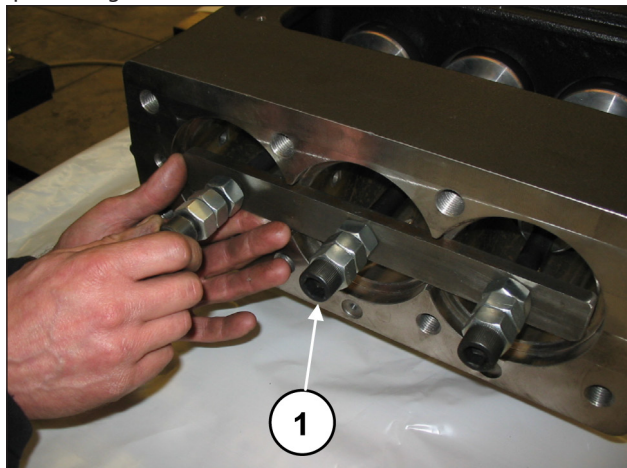
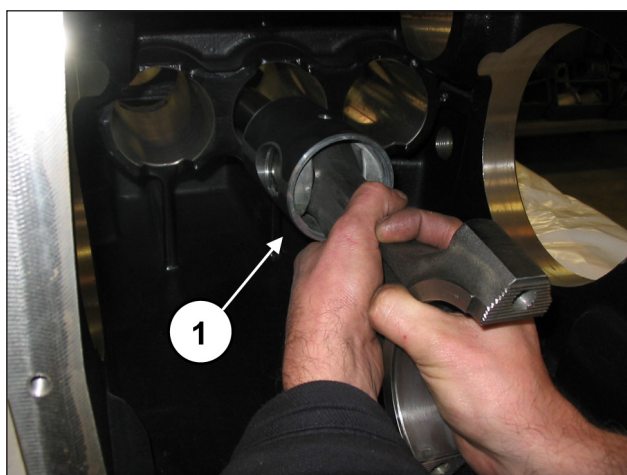

Fig. 40
Fig. 41
Procedere a svitare le viti dell'attrezzo cod. 27566200 per sbloccare le bielle (pos. ①, Fig. 40) e successivamente estrarre i gruppi biella-guida pistone dall'apertura posteriore del carter (pos. ①, Fig. 41).
Dopo aver verificato la perfetta pulizia del carter inserire il gruppo semibiella-guida pistone all'interno delle canne del carter (pos. ①, Fig. 41).
Bloccare i tre gruppi utilizzando l'apposito attrezzo cod. 27566200 (pos. ①, Fig. 40).
27566200 (pos. ①, Fig. 40) e far scorrere le bielle all'indietro fino ad arrivare a contatto con l'albero a gomiti.